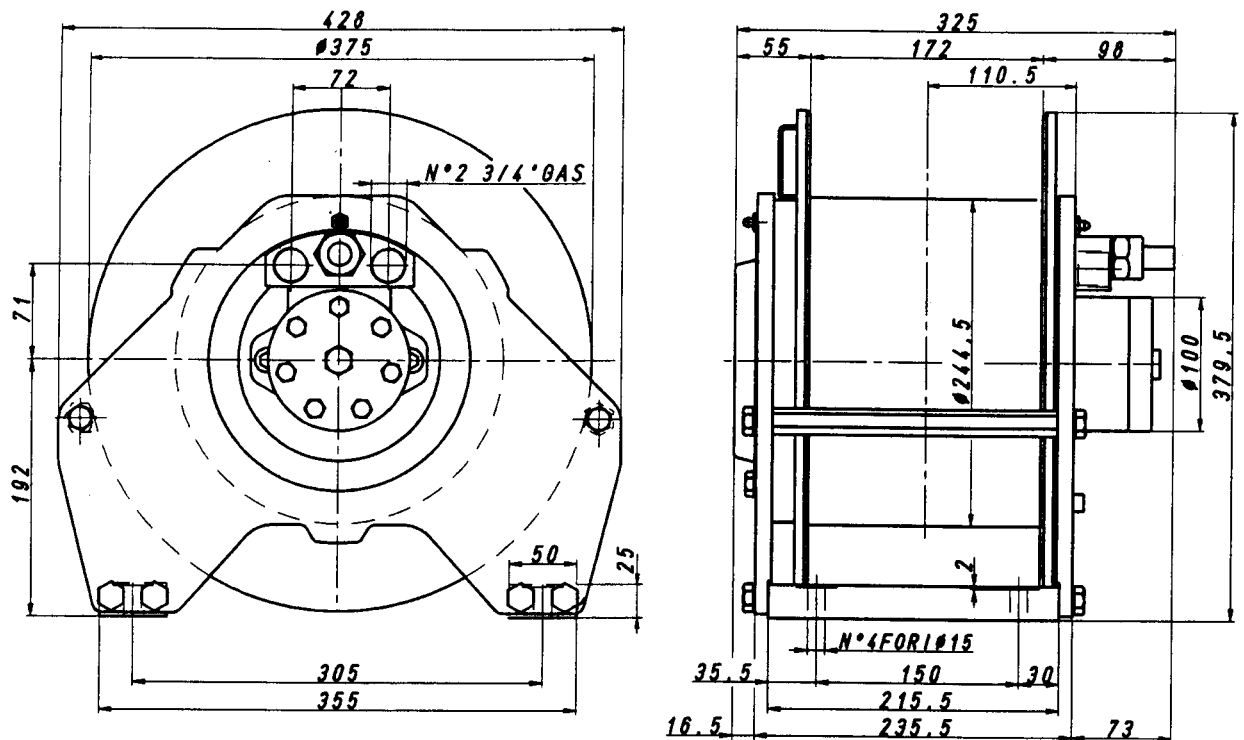

Fig.6-2
6.4 VERRICELLO (Fig. 6.2 - 6.3)
6.4 WINDE (Abb. 6.2 - 6.3)